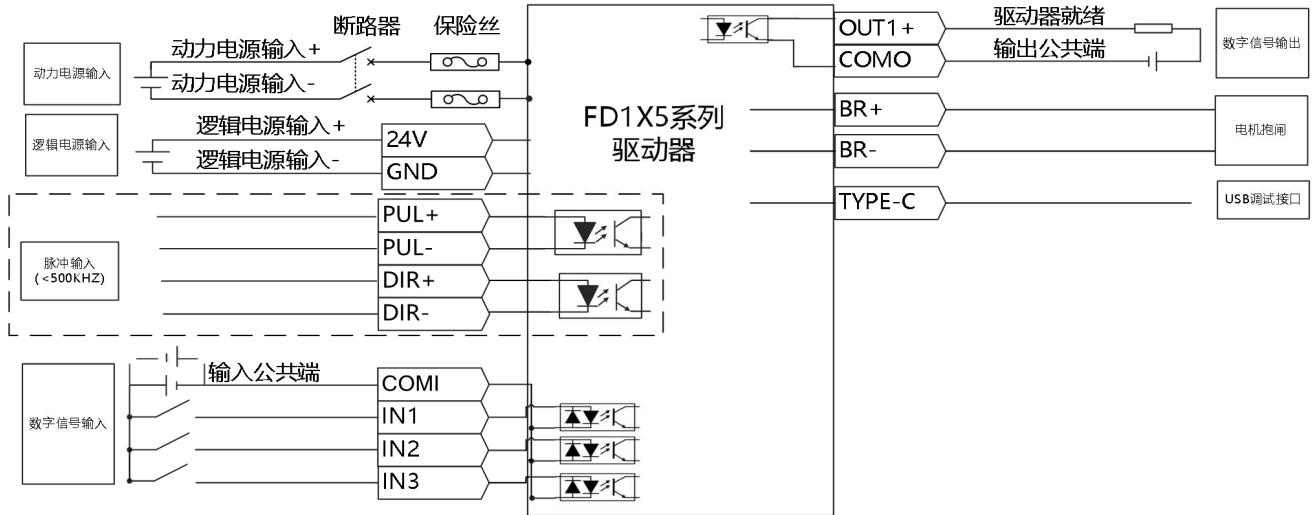

图 3-10 FD1X5 系列驱动器电气接线图
- 图 3-10 展示了 FD1X5 系列驱动器带有默认 I/O 功能的接线，更多 I/O 功能可以通过上位机软件来进行定义。